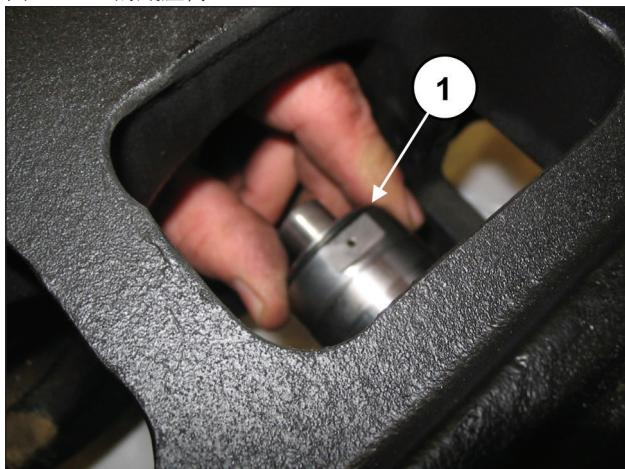
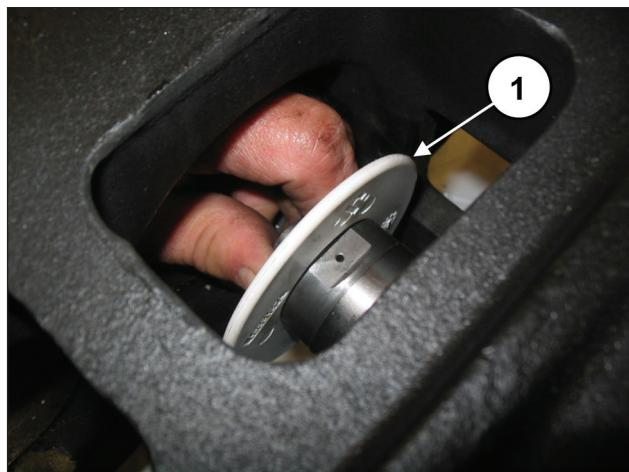

图144
图145
将防溅环与O形圈一起放在活塞导承（部件号①，图144和图145）上的底座内。